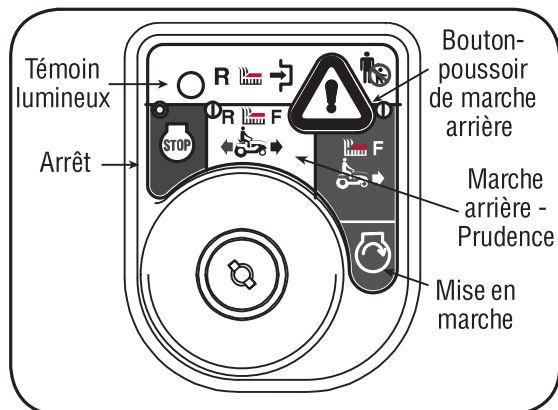

Figure 4-5
2. Déplacez la clé de la position « NORMAL MOWING » (Verte) (Tonte normale) à la position « REVERSE CAUTION MODE » (Jaune) (Marche arrière - Prudence). Voir la Figure 4-5.
3. Appuyez sur le **BOUTON-POUSSOIR DE MARCHÉ ARRIÈRE** (Bouton triangulaire orange) dans le coin supérieur droit du module d'allumage. Le témoin lumineux rouge dans le coin supérieur gauche s'allume quand la marche arrière est embrayée. Voir la Figure 4-5.